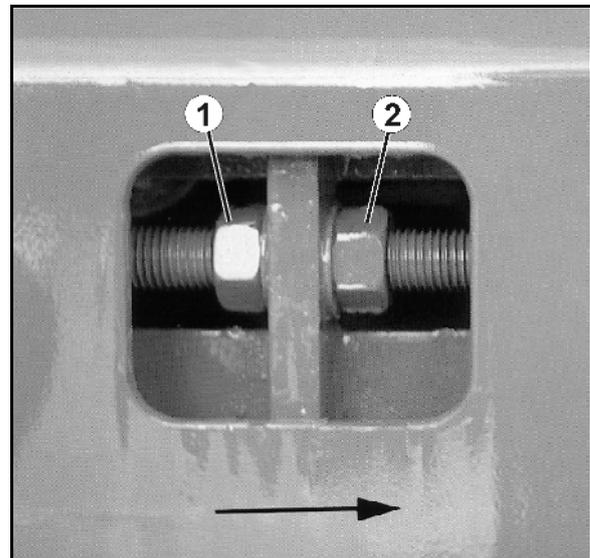

Fig. 73
1. Verriegelungsknopf der Haube (Fig. 73/1) lösen.